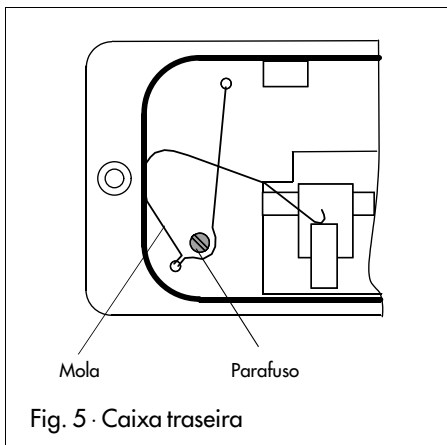

Fig. 5 · Caixa traseira
**Para actuadores de 120 cm2** (Tipo 3277-5), quando se monta o posicionador, o furo da chapa de distância deve alinhar com o furo (com empanque) da arcada do actuador. Para além disso, o parafuso da tampa traseira do posicionador (Fig. 5) deve ser retirado, e a saída lateral do sinal de pressão "output" deve ser fechada com o tampão contido no kit de acessórios.
Para garantir que o pino (27) liga correctamente ao gancho (28), a mola que faz parte do pacote de acessórios deve ser presa nas costas da caixa do posicionador (vêr Fig. 5).
**Importante:** Para garantir um contacto físico firme entre o cilindro apalpador e o disco excêntrico, a mola contida no kit de acessórios 1400-6660 deve ser suspensa na parte traseira da caixa do posicionador (vêr Fig. 5).